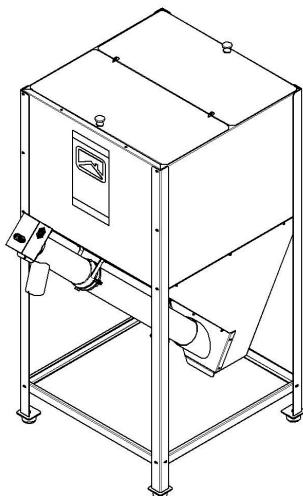

Рисунок 3 - Бункер
- Бункер напольный (рис. 3), располагаемый рядом с котлом